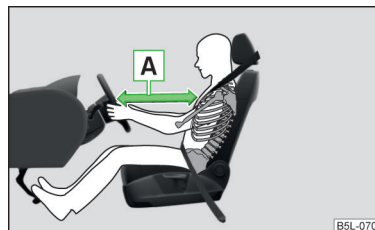

Fig. 10
- È importante che il conducente e il passeggero mantengano una distanza di almeno 25 cm rispettivamente dal volante e dalla plancia » fig. 10 - . Se non si rispetta questa distanza, il sistema airbag non può proteggere - pericolo di morte! I sedili anteriori devono sempre essere regolati in funzione della statura degli occupanti.